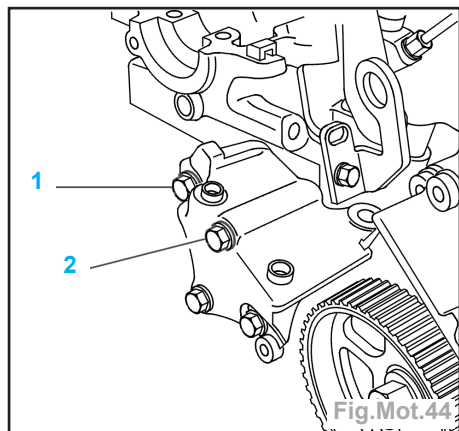

Fig.Mot.44
- Reposer les vis (1 et 2) (Fig.Mot.44).
- Déposer les vis (1 et 2) (Fig.Mot.44).